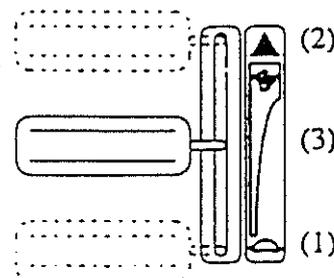

Figure 12
### Levier d'accélérateur (6) (fig.12)